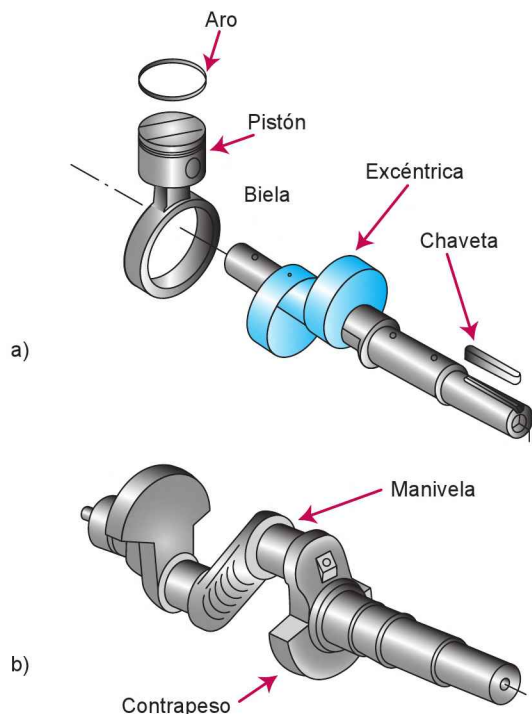

Figura 8.14. Eje de excéntrica (a) y eje de cigüeñal (b)
- **Eje del cigüeñal o excéntrica.** Tiene la doble función de transmitir el movimiento del motor y transformarlo de giratorio en alternativo (movimiento hacia arriba y hacia abajo de los pistones). Tendrá diferentes formas dependiendo del número de cilindros. El eje de excéntrica de la Figura 8.14. (a) se utiliza sobre todo en compresores de pequeñas potencias.
En el eje del cigüeñal, las partes que se conectan a la biela se llaman *manivelas*. A ambos lados opuestos de las manivelas, se disponen unos contrapesos de equilibrado, como puedes observar en la Figura 8.14. (b).